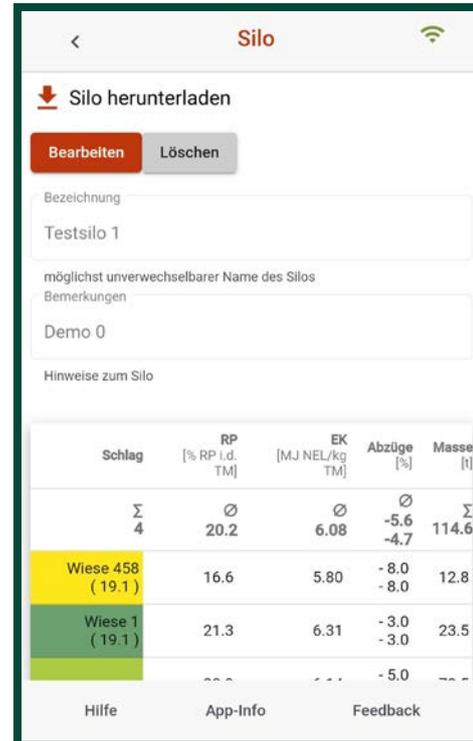

Abbildung 3: Eindruck von SiloExpert - Gegenüberstellung Chargen
jeweiligen Silo (*siehe Abbildung 3*). Diese Funk-
- ❖ Abbildung 3: Eindruck von SiloExpert - Gegenüberstellung Chargen - 20